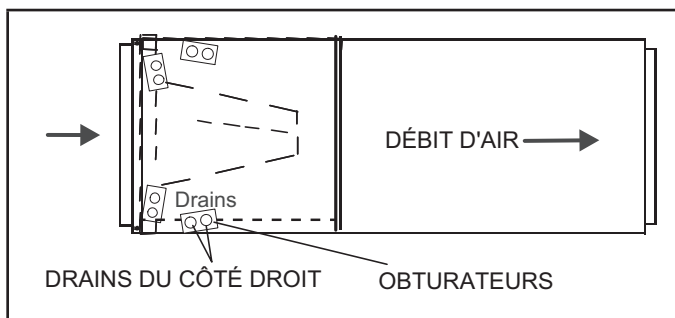

FIGURE 5. Configuration pour refoulement du côté droit
- 5 - La configuration horizontale est illustrée à la FIGURE 5.